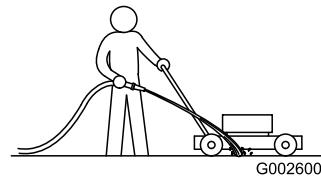

Figure 41
1. Mettez le moteur en marche lorsque la tondeuse se trouve sur une surface revêtue plane et dirigez un jet d'eau devant la roue arrière droite (Figure 41).